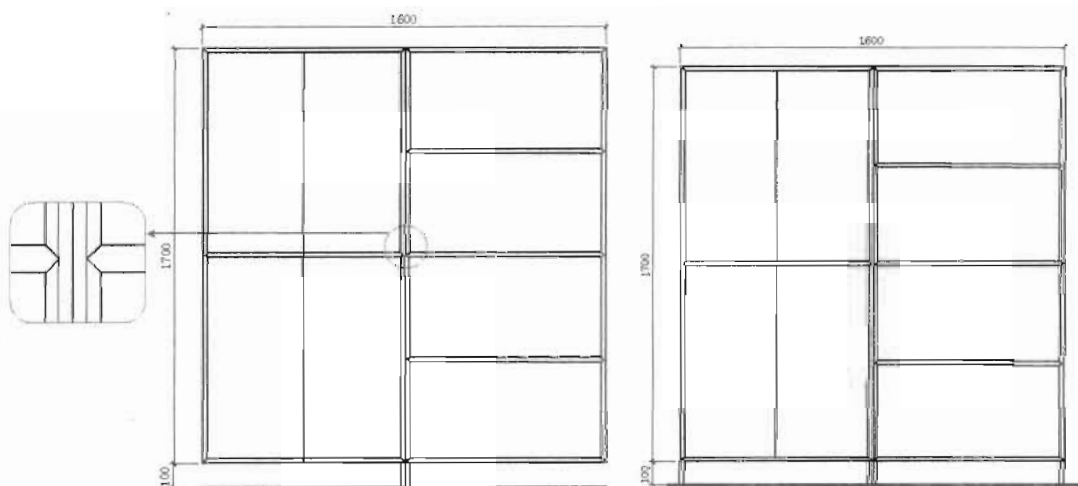

图 7-74
(7) 将隔板线偏移 9mm，然后用直线和绘制出搁板接头处的图形，再单击“修改”工具栏中的“修剪”按钮，剪掉多余线段，如图 7-74 所示。